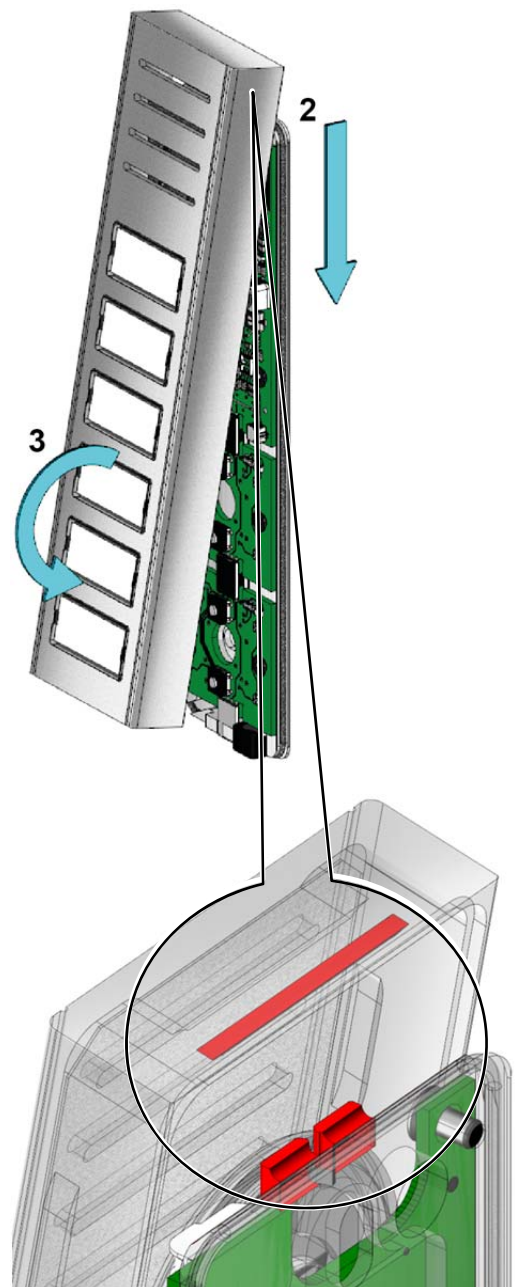

Abb. 7: Gerät schließen
- ▶ Setzen Sie das Gehäuseoberteil (2) auf die Rückwand auf (Abb. 7).
- ▶ Klappen Sie das Gehäuseoberteil auf die Rückwand (3).